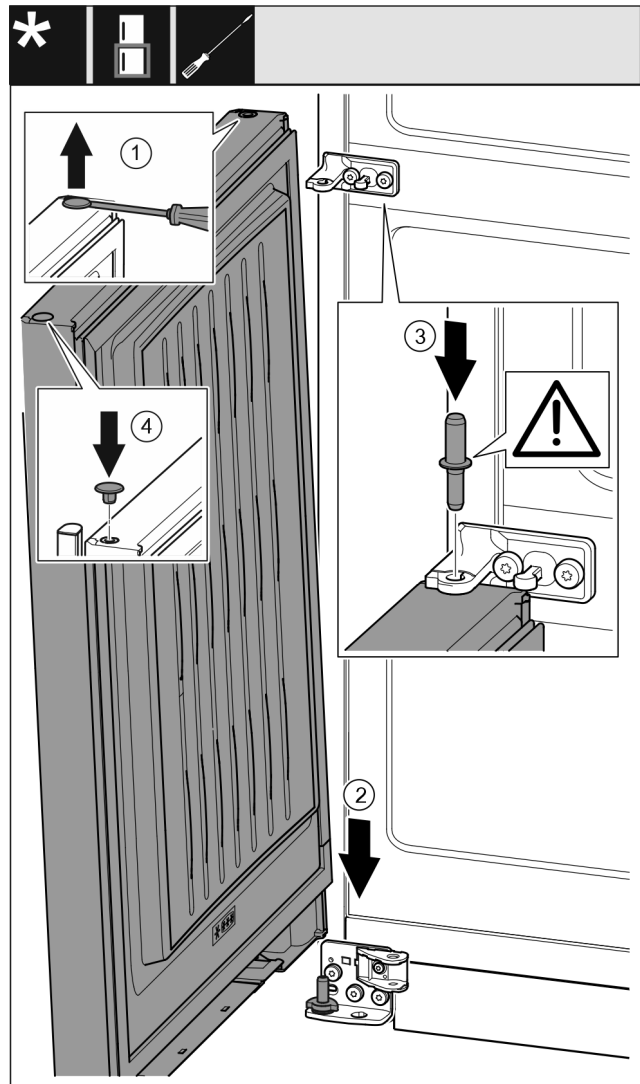

Fig. 41
- ▶ Bänd försiktigt upp pluggarna med en spårskruvmejsel och dra ut dem. Fig. 41 (1)
- ▶ Placera dörren på den nedre lagerbulten ovanifrån. Fig. 41 (2)
- ▶ Sätt in den mittre lagerbulten genom lagerbocken i mitten på den nedre dörren. Se till att låskammen är vänt bakåt. Fig. 41 (3)
- ▶ Sätt in pluggarna på andra sidan av dörren igen. Fig. 41 (4)